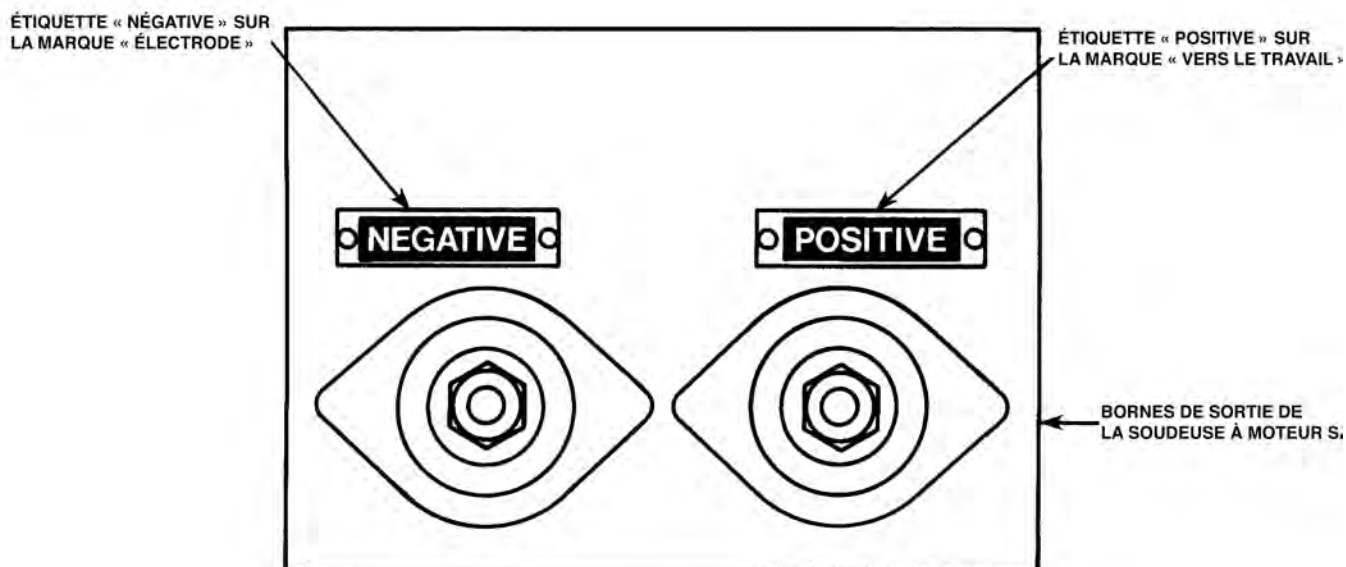

FIGURE 15 – Montage des Étiquettes.
15. Ré-étiqueter les plots de sortie avec les étiquettes autocollantes fournies avec le kit de montage, comme le montre la **Figure 15**. L'étiquette « Négative » doit être appliquée sur l'étiquette originalement « Positive » et l'étiquette « Positive » est à appliquer sur l'étiquette à l'origine « Négative ».
16. Pour vérifier la sortie de TV, placer les deux interrupteurs TC/TV (CV/VV) de l'Adaptateur TC sur la position « TV » (VV). Placer l'Interrupteur de Télécommande sur la position « TÉLÉCOMMANDE » ou « LOCAL » en fonction des besoins, si la machine en est équipée. Démarrer la soudeuse à moteur et la régler pour le fonctionnement en Haut Ralenti. Utiliser un voltmètre c.c. pour vérifier la polarité de sortie. La terminale de sortie « Électrode » qui est ré-étiquetée « Négative » doit être négative et la terminale de sortie « Vers le Travail » qui est ré-étiquetée « Positive » doit être positive. Si la polarité n'est pas correcte, re-vérifier les points 3 à 12. La tension doit être d'environ 40-60 volts c.c. lorsque le contrôle de « Sélection de Travail » est réglé sur le minimum, et d'environ 90-100 volts c.c. lorsqu'il est réglé sur le maximum. Ces tensions peuvent être supérieures si les lectures sont prises lorsque la soudeuse est froide.
8. Ré-étiqueter les plots de sortie avec les étiquettes auto-collantes fournies avec le kit de montage, comme le montre la **Figure 15**. L'étiquette « Négative » doit être appliquée sur l'étiquette originalement « Positive » et l'étiquette « Positive » est à appliquer sur l'étiquette à l'origine « Négative ».